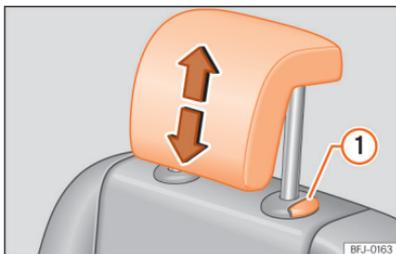

Fig. 97 Encostos de cabeça traseiros desmontagem.
- Retire totalmente o encosto de cabeça ao mesmo tempo que pressiona o botão »» Fig. 97 ①.